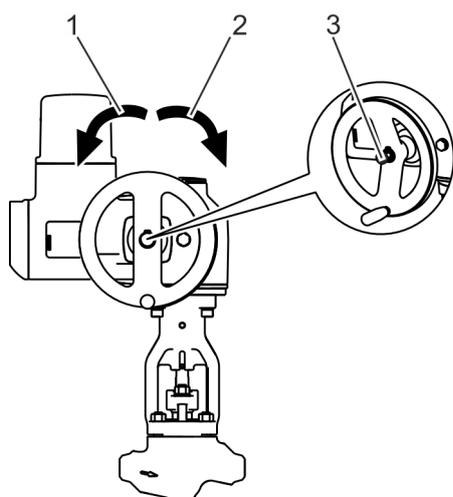

Fig. 24: Accionamiento eléctrico: accionamiento del volante en caso de emergencia
2. ➤ Enganche el volante (Fig. 24/3).
- Giro en sentido horario (Fig. 24/2): cerrar la válvula.
- Giro en sentido antihorario (Fig. 24/3): abrir la válvula.